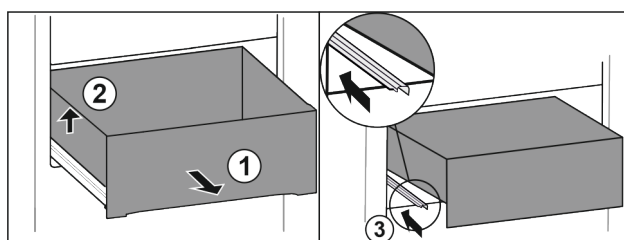

Fig. 105
- Tirer le tiroir jusqu'en butée. *Fig. 105 (1)*
- Soulever le tiroir sur la gauche. *Fig. 105 (2)*
- Rentrer le rail de gauche. *Fig. 105 (3)*